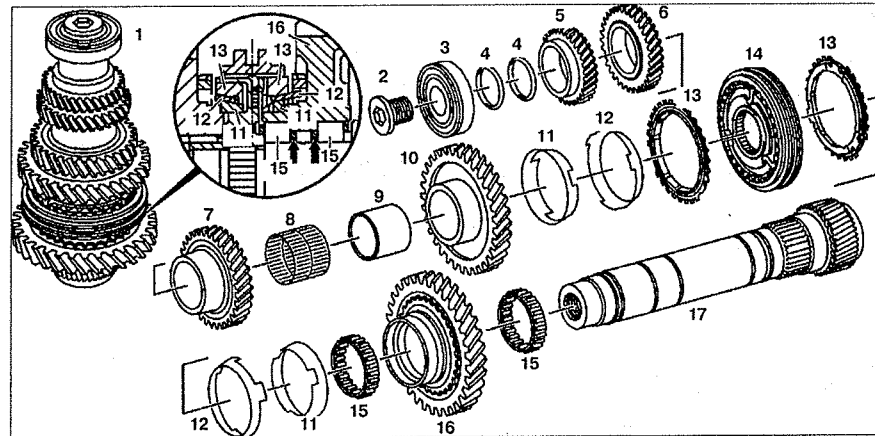

Рис. 6.34. Ведомый вал (автомобили с двигателями 111.948 и 601.970):
2. Открутите болт 2 (см.рис.6.34).